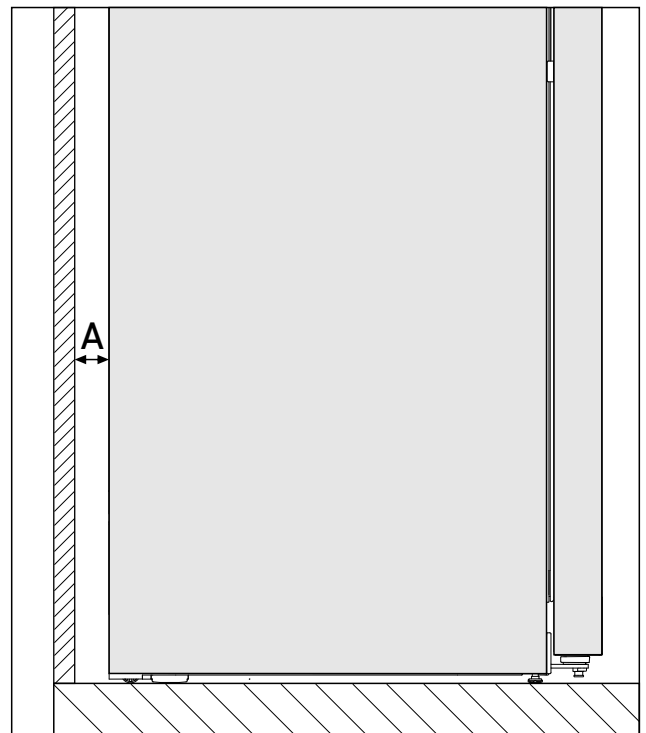

Fig. 3 \*
已在冰箱背面与墙壁之间的离墙距离为 Fig. 3 (A) 时确定能量消耗。当离墙距离小于 Fig. 3 (A) 时, 不会影响冰箱的功能, 但在更小的离墙距离下, 能量消耗会略微升高。